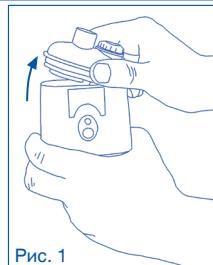

Рис. 1
1. Уберите верхнюю часть (A3) с корпуса прибора (рис. 1)
- Отсоедините от аппарата (A) блок питания, вынув из него токопроводящий кабель (G)
- Удалите все верхние компоненты (A3) с корпуса прибора (рис. 1), а также подсоединеные комплектующие.